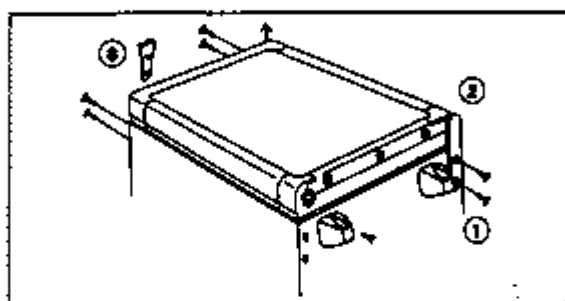

Figure 9.
10. Inversion des charnières (fig. 9)